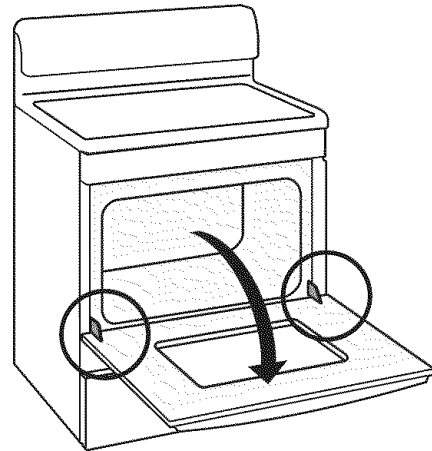

Fig. 1
1. Fully open the oven door -*Fig. 1*.